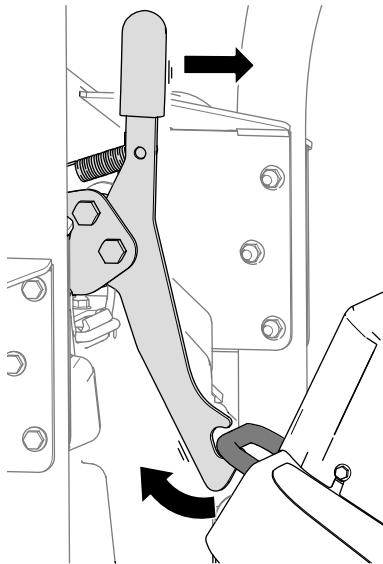

Рисунок 41
1. Освободите защелку режущего блока от кронштейна крепления машины (Рисунок 41), для этого немного поверните режущий блок вперед (см. Рисунок 39) и потяните рукоятку защелки вперед.